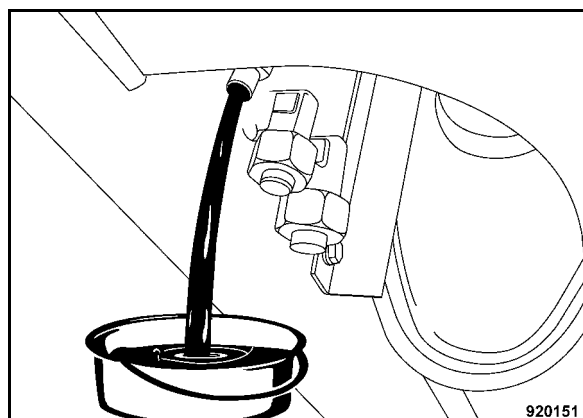

Fig. 180
- Svitare il tappo di chiusura (Fig. 180) e far scaricare completamente l'olio idraulico.